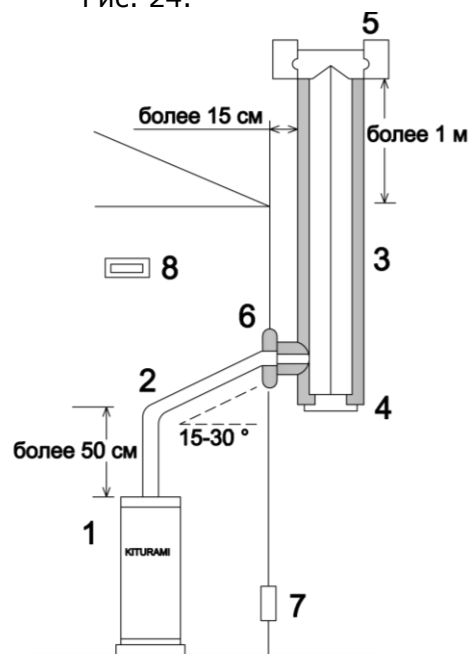

Рис. 25.
## 8. Дымоход приставной. (Рис. 25.)
8.2. Приставной дымоход показан на рис. 25.: